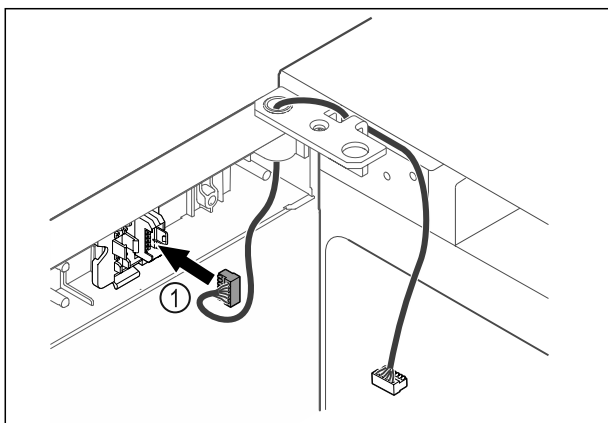

Fig. 40
- Enchufar el conector Fig. 40 (1) en su soporte.